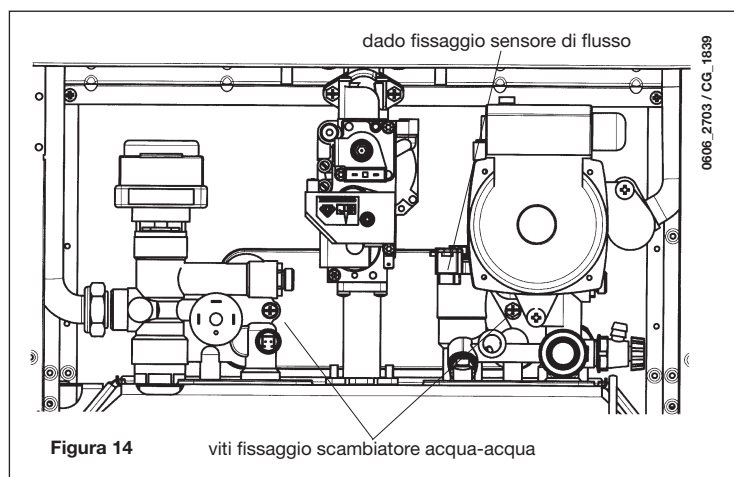

Figura 14
- Svitare il dado presente sul gruppo sensore di flusso (figura 14).